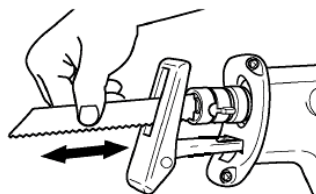

Рис. 3
- Одновременно задвиньте до самого глубокого положения, затем отпустите быстрозажимной патрон (Рис. 3). Убедитесь, что лезвие плотно зафиксировано.